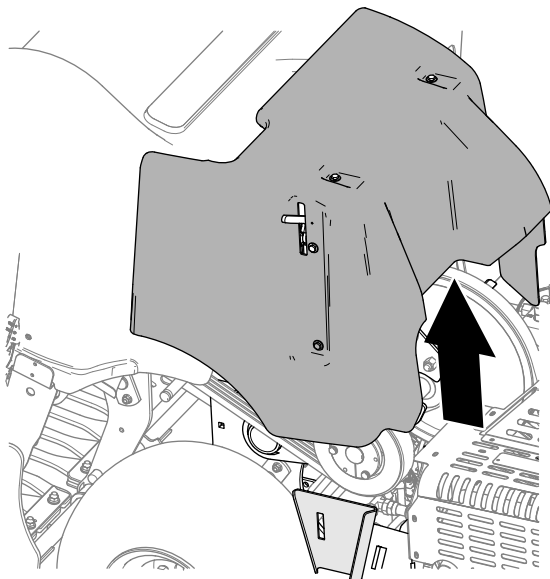

**Figure 131**
2. Soulevez le levier du verrou (Figure 131).